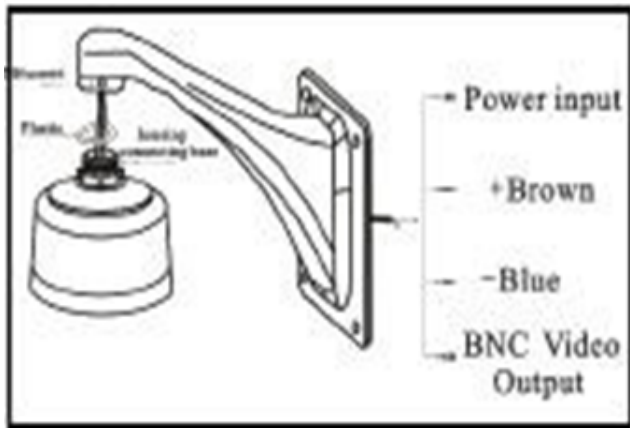

Figura 10
1. Coloque as linhas de vídeo, linhas de energia e linhas de controle de sinal através do tubo oco do suporte de montagem na parede como mostra a Figura 10.